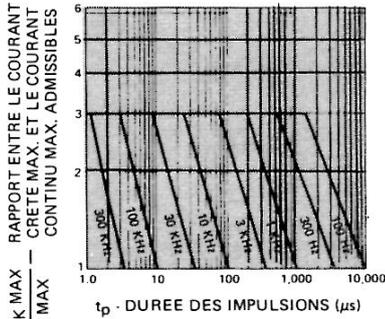

FIGURE 5 – Courant crête max. admissible en fonction de la durée des impulsions (I_{DC} MAX relevé dans les valeurs limites)
- Se reporter à la figure 5 pour établir les conditions de fonctionnement en impulsions